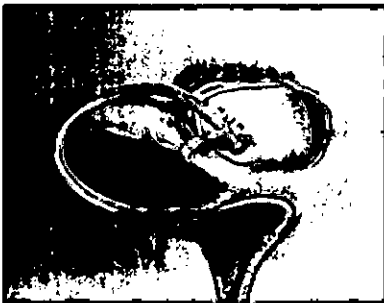

Fig. 3 Clip de fijación del electrodo cerrado en torno al electrodo
- Después de fijar el clip de fijación al hueso, el clip de fijación del electrodo debe cerrarse en torno al electrodo, de manera que ambas partes del clip de fijación para el electrodo queden unidas y el clip quede completamente cerrado (véase la fig. 3).